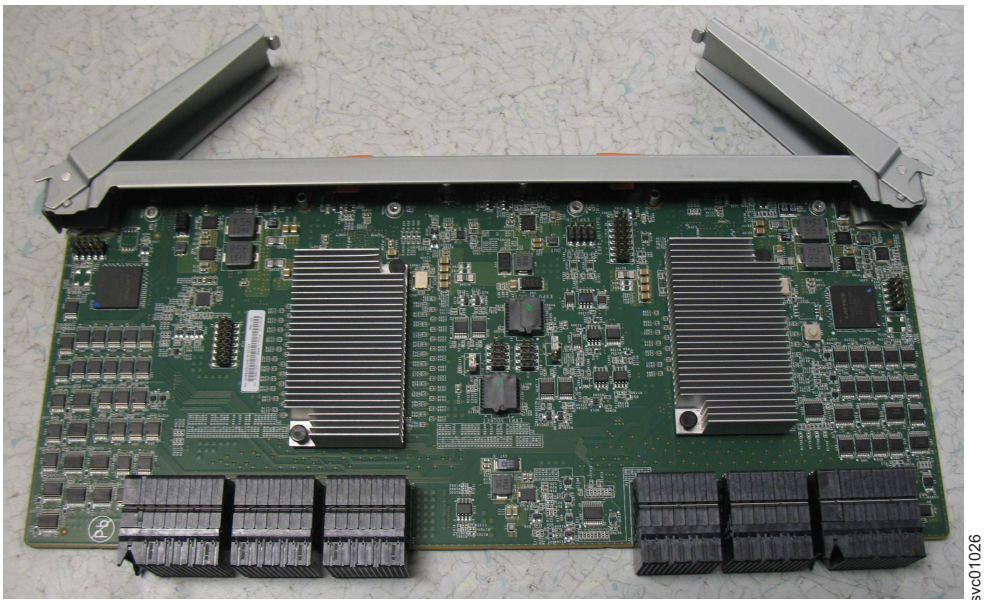

Abbildung 78. Griffe des sekundären Erweiterungsmoduls öffnen
- 3. Drehen Sie beide Griffe am sekundären Erweiterungsmodul in die geöffnete Position (siehe Abb. 78).